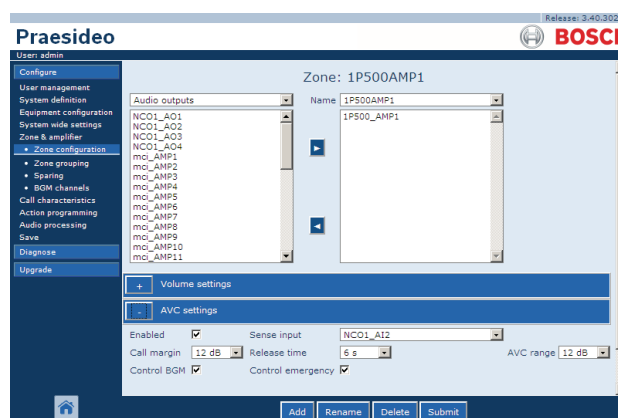

Abb. 49.1: AVC-Einstellungen
Die Verbindung zwischen dem System und den Messmikrofonen kann überwacht werden (siehe Abschnitt 43.3.3). Wenn ein Messmikrofon in einer Zone ausfällt, werden alle Ansagen in der Zone bei höchster Lautstärke gesendet, um Evakuierungsvorschriften einzuhalten. Wenn dies der Fall ist, wird die Anpassung des BGM auf AVC-Bereich geschaltet (siehe Abb. 49.1). Um ungewünschte Überwachungsfehler zu vermeiden, stellen Sie sicher, dass folgende Bedingungen eingehalten werden:
- 1 Gehen Sie zur Kategorie *AVC settings* der Seite *Zone Configuration*. Im Mainframe der webbasierten Benutzeroberfläche erscheint ein Bildschirm, der dem in Abb. 49.1 ähnelt.